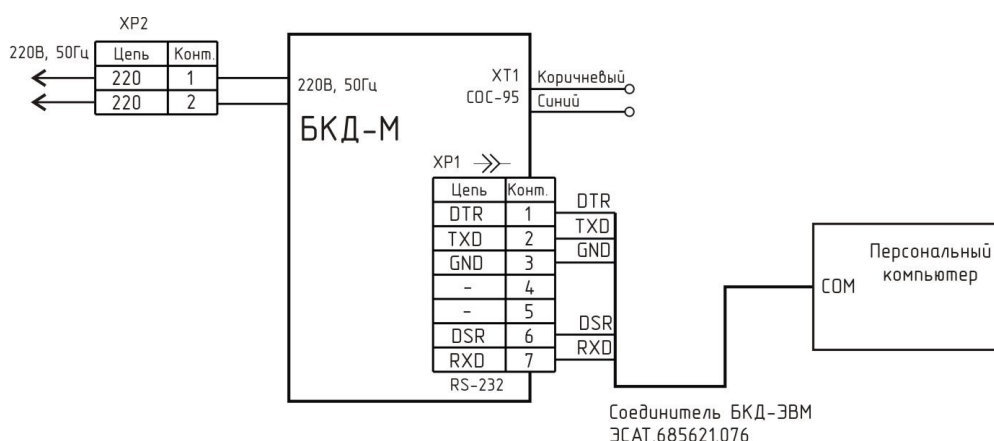

Рисунок 12 - Подключение БКД-М к ПЭВМ
1) Подключить персональный компьютер с установленной сервисной программой RASOS к БКД-М при помощи соединителя «БКД-ЭВМ» (рисунок 12).